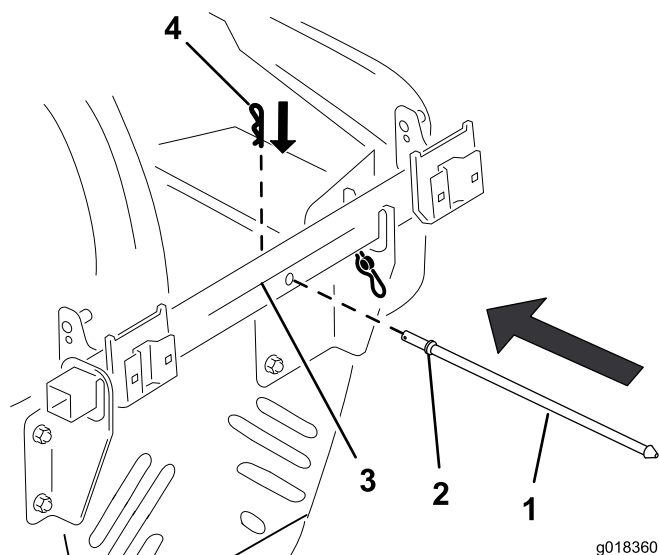

Figura 12
1. Allineate l'asta del cofano in modo che la flangia di arresto sia rivolta verso il telaio di supporto della tramoggia (Figura 12).
2. Inserite l'asta attraverso il foro del telaio di supporto della tramoggia fino a quando la flangia di arresto non si trova contro il retro del telaio (Figura 12).
3. Fissate l'asta del cofano al telaio di supporto, inserendo la coppiglia attraverso il foro dell'asta del cofano (Figura 12).